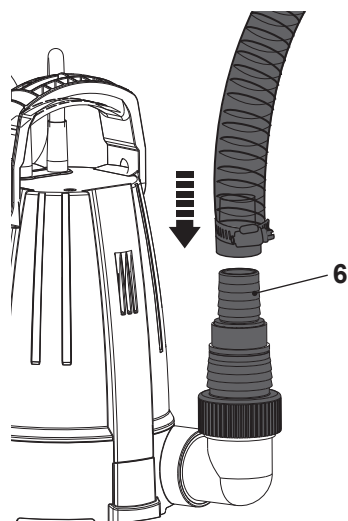

Fig. 3
3. Conecte uma mangueira/canos adequado ao conector da mangueira (6) e fixe-o com um dispositivo de fixação adequado, p. ex., um clipe de mangueira (Fig. 3).